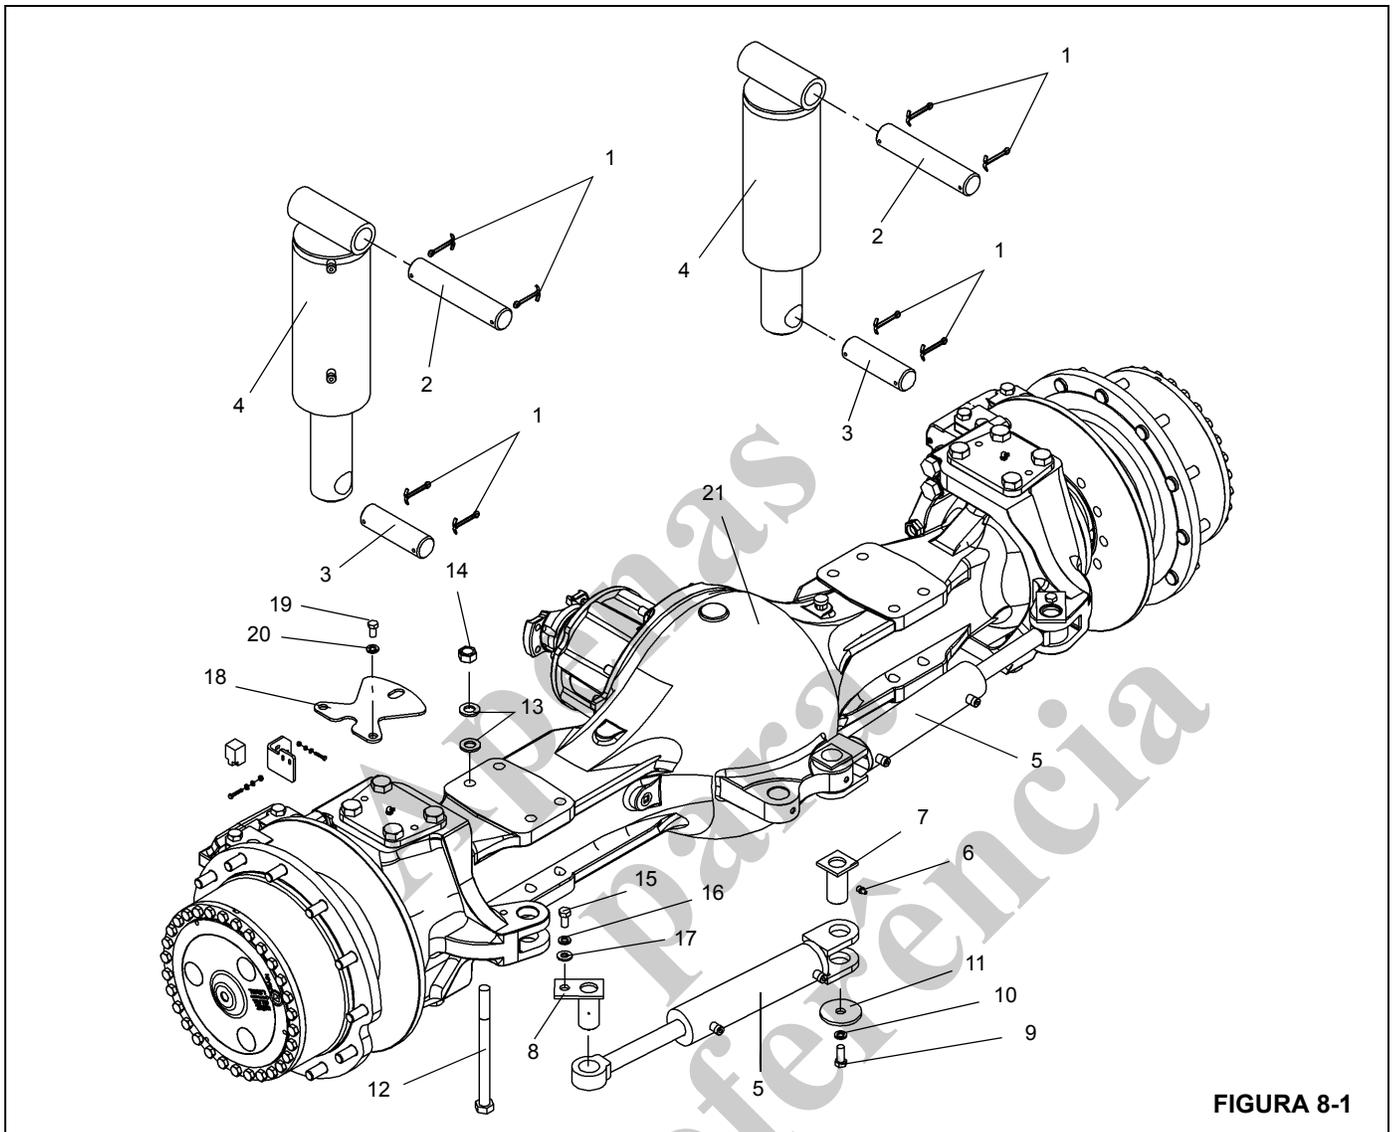
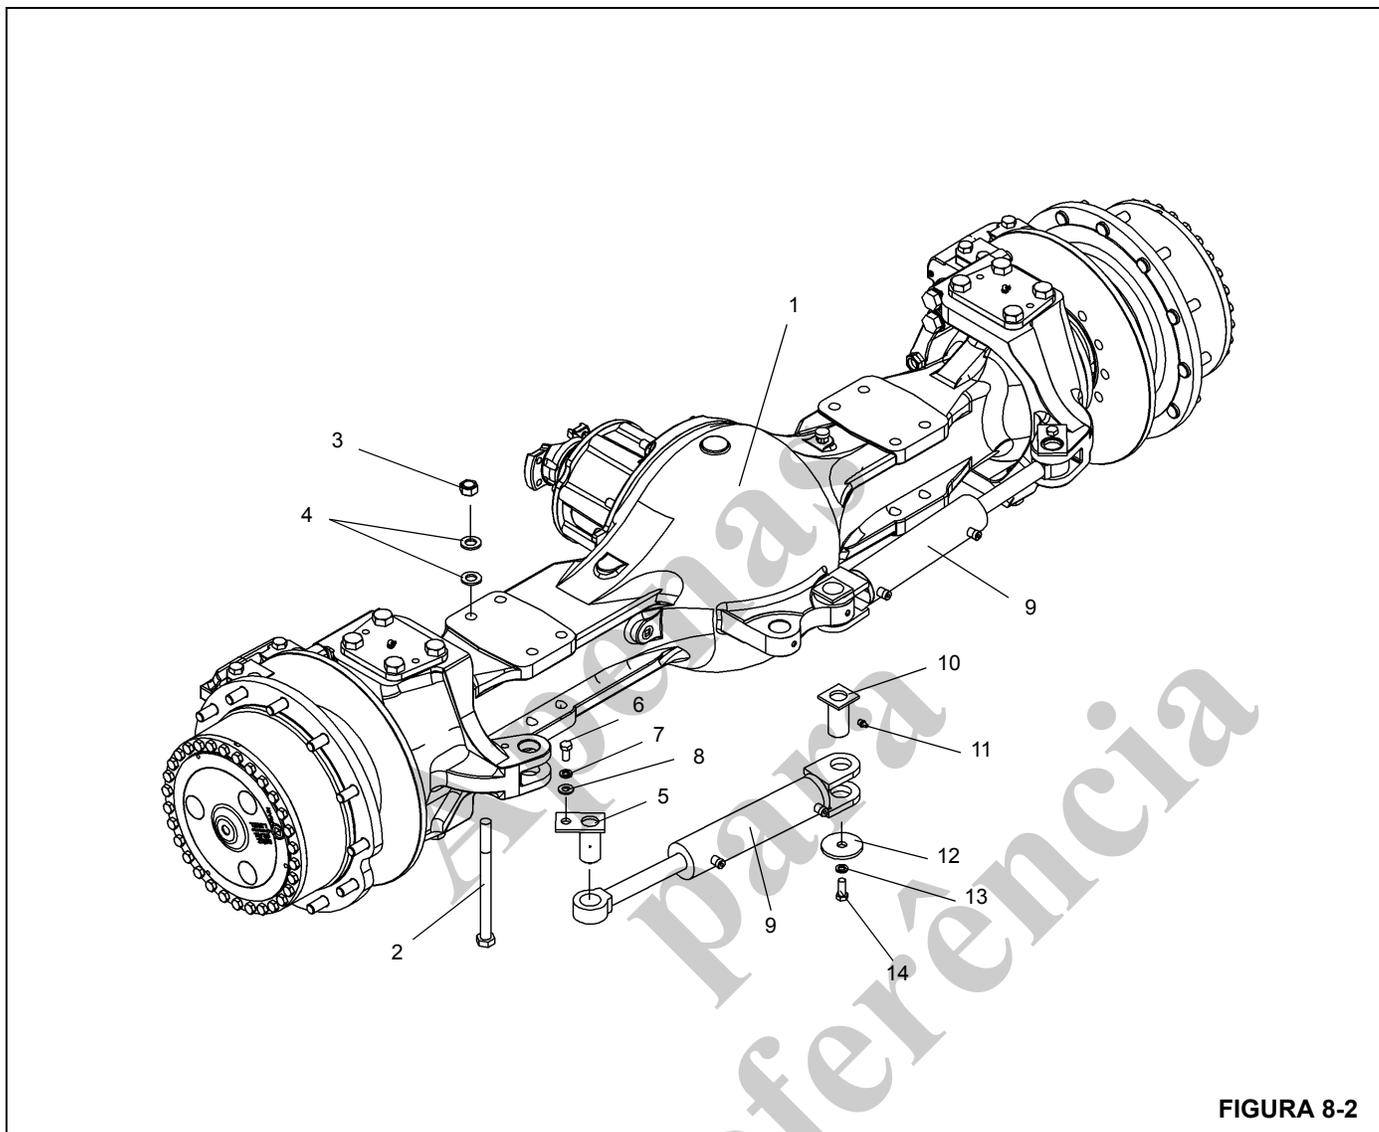

FIGURA 8-1
FIGURA 8-2
9. Remova as oito porcas, as arruelas e os parafusos que fixam o eixo à estrutura/cavalete (Figura 8-1) (Figura 8-2).